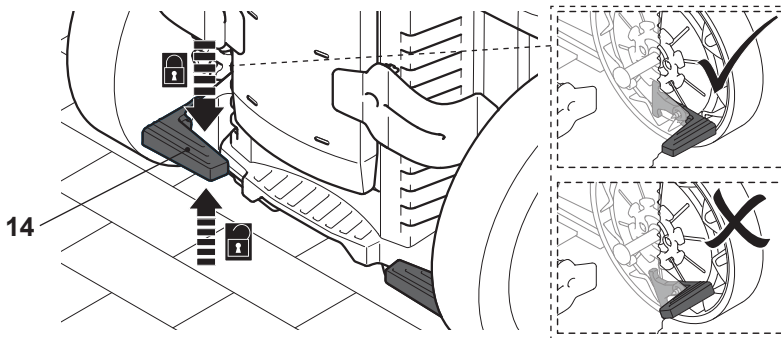

Fig. 21
1. Pise no pedal do travão (14) para travar a roda traseira. Mova ligeiramente o roda para garantir que a alavanca do travão está devidamente engatado. (Fig. 21).